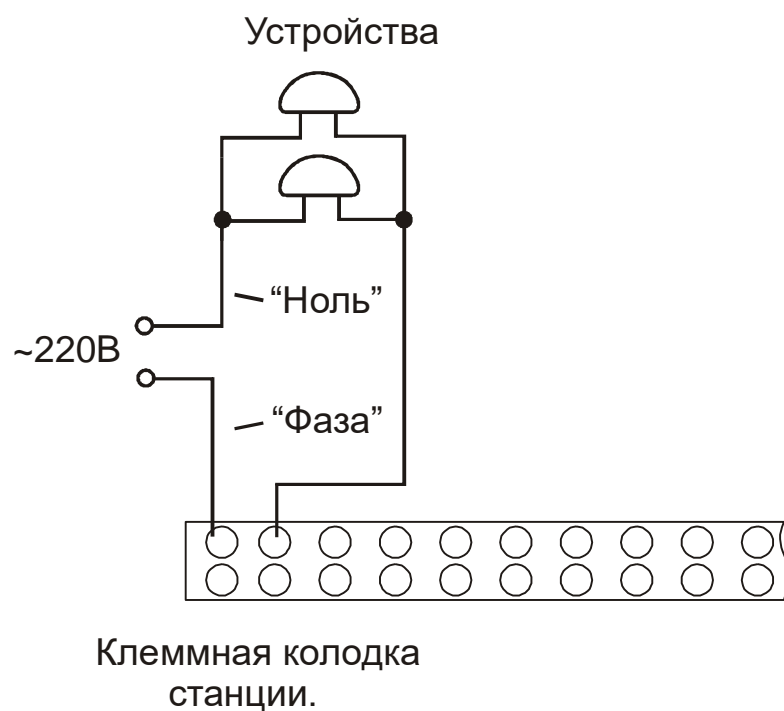

Рис. 2.
Все коммутируемые часовой станцией внешние устройства должны быть соединены по схеме рис. 2. В соответствии с рис. 2 для питания внешних устройств должен использоваться внешний источник электропитания 220 В.
- линию включения внешних устройств в соответствии со схемой рис.2.